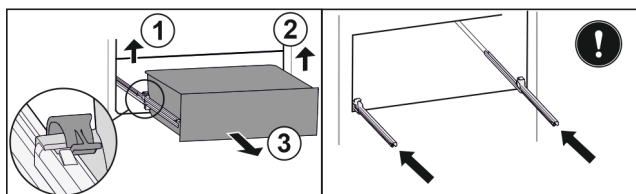

Fig. 137
- ▶ Levante la brida izquierda y, simultáneamente, tire de la parte izquierda del cajón hacia adelante. Fig. 137 (1)
- ▶ Levante la brida derecha y, simultáneamente, tire de la parte derecha del cajón hacia adelante. Fig. 137 (2)
- ▶ Extraiga el cajón hacia adelante. Fig. 137 (3)